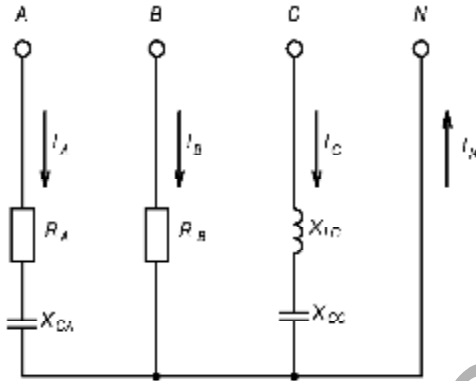

Рисунок 3.1
**Решение.** Составляем схему цепи с соединением приёмников в звезду с нейтралью и обозначаем направления фазных токов (рис. 3.1).